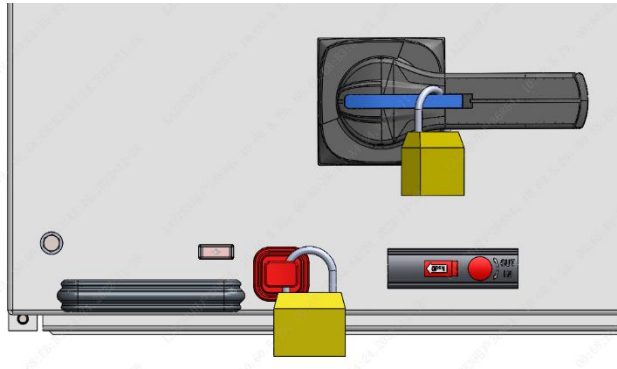

图 5-8
- 按住解锁按钮，转动摇柄（顺时针）移动抽屉到其试验位置（见图 5-8-B）
- 将解锁按钮挂锁（若有）取出（见图 5-8）